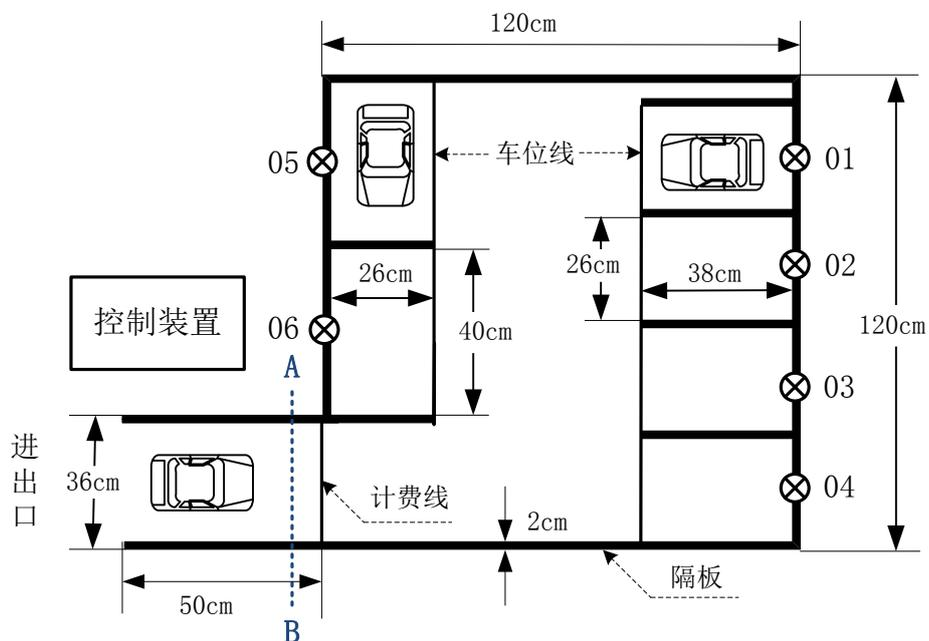

图 1 停车场平面示意图
设计并制作一个自动泊车系统，要求电动小车能自动驶入指定的停车位，停车后能自动驶出停车场。停车场平面示意图如图 1 所示，其停车位有两种规格，01~04 称为垂直式停车位，05、06 称为平行式停车位。图中“⊗”为 LED 灯。
2. 停车场地可采用木工板制作。板上的隔板也可采用木工板，其宽度为 2cm，高度为 20cm；计费线和车位线的宽度为 1cm，可以涂墨或粘黑色胶带。示意图中的虚线、电动小车模型和尺寸标注线不要绘制在板上。为了长途携带方便，建议在图 1 中虚线 AB 处将停车场地分为两块，测试时再拼接在一起。